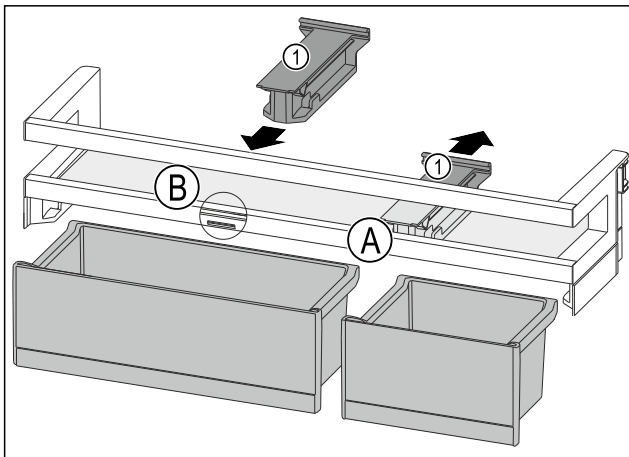

Fig. 115
- ▶ Halteteil Fig. 115 (1) in Position Fig. 115 (A) nach hinten abziehen.
- ▶ Halteteil Fig. 115 (1) in Position Fig. 115 (B) einsetzen.